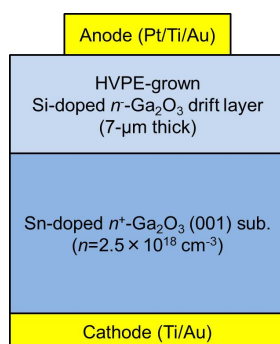

Fig. 1 Cross-sectional schematic of Ga_2O_3 Schottky barrier diode.
酸化ガリウム (Ga_2O_3) は、そのワイドバンドギャップに起因する物性、および単結晶基板の量産性などから、次世代パワーデバイス用途に非常に魅力的な新半導体材料である。この優れた材料としての特徴を活かすべく、我々は現在世界に先駆けて Ga_2O_3 パワーデバイスの研究開発に取り組んでいる。今回、近い将来の Ga_2O_3 パワーデバイス量産化・産業化を視野に入れて現在開発中のハライド気相成長法 (HVPE) [1,2] により、単結晶 $n^+-\text{Ga}_2\text{O}_3$ (001) 基板上に Si ドープ $n^-\text{Ga}_2\text{O}_3$ ドリフト層を成膜したエピ基板を用いて、図 1 に示す縦型ショットキーバリアダイオード構造を試作し、その室温デバイス特性を評価したので報告する。